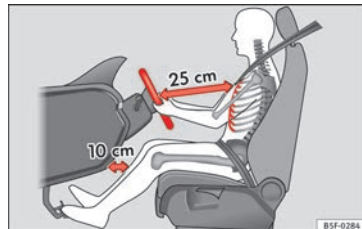

Fig. 68 Distance correcte entre le conducteur et le volant.
- Réglez le volant de sorte que la distance entre celui-ci et votre cage thoracique soit d'au moins 25 cm » » fig. 68.
- Réglez le siège du conducteur de manière à laisser une distance minimale de 25 cm entre votre cage thoracique et le centre du volant » » fig. 68. Si la distance est inférieure à 25 cm, le système d'airbags peut ne pas vous protéger correctement.